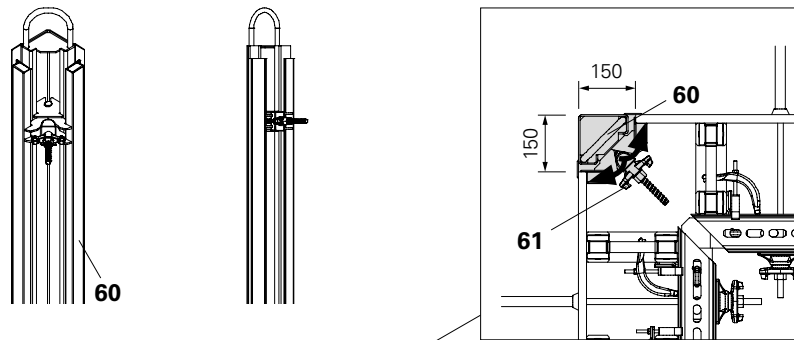

Fig. C3.02
1. Posizionare gli elementi interni e installare l'angolare di chiusura SSE (60) nell'angolo.
2. Serrare i dadi ad alette (61) sul SSE. La superficie della cassaforma è bloccata. (Fig. C3.02)